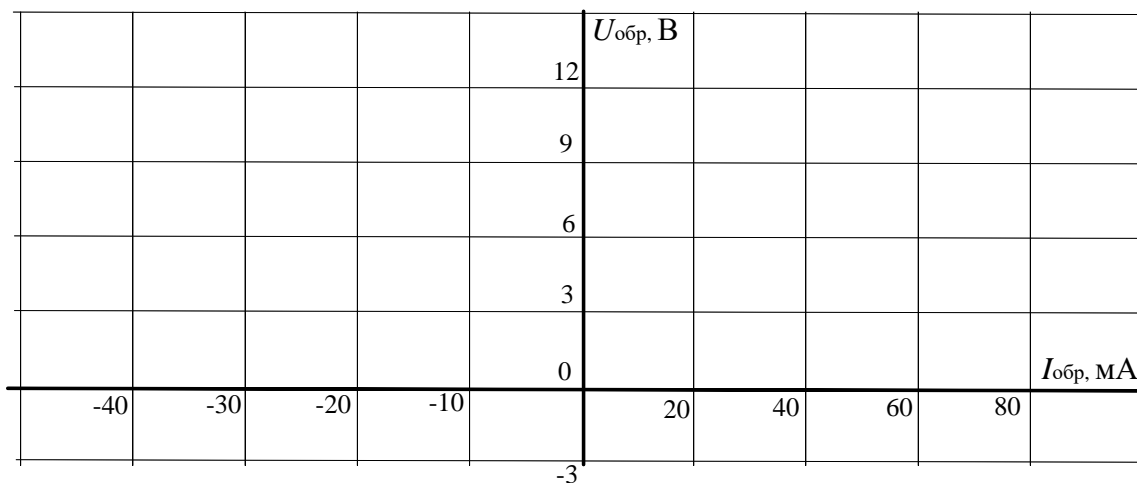

Рисунок 6
2.3. Перенесите изображение с экрана осциллографа на график (рис. 6).